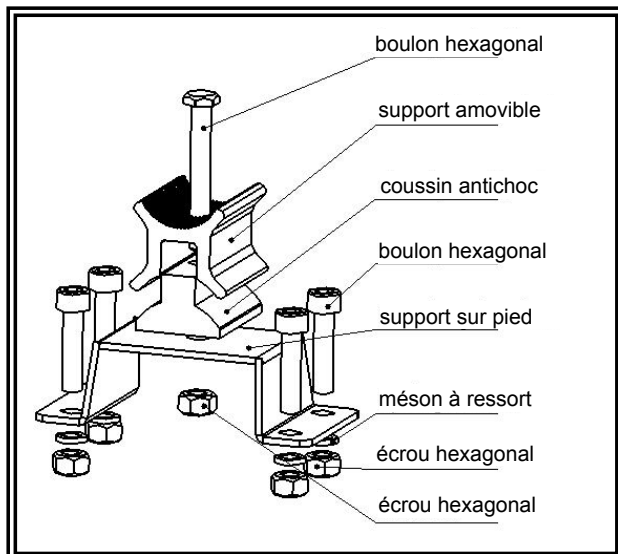

Figure 3
1. Tout d'abord, insérez le boulon hexagonal à travers le support amovible, le coussin antichoc et le support, et serrez l'écrou hexagonal. Voir Figure 3.